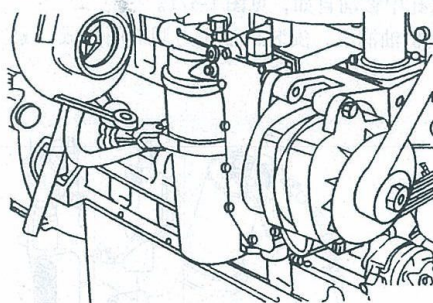

图 1-371 拆下机油滤清器
- 2) 用机油滤清器扳手拆下滤清器, 并清理密封垫表面, 见图 1-371。